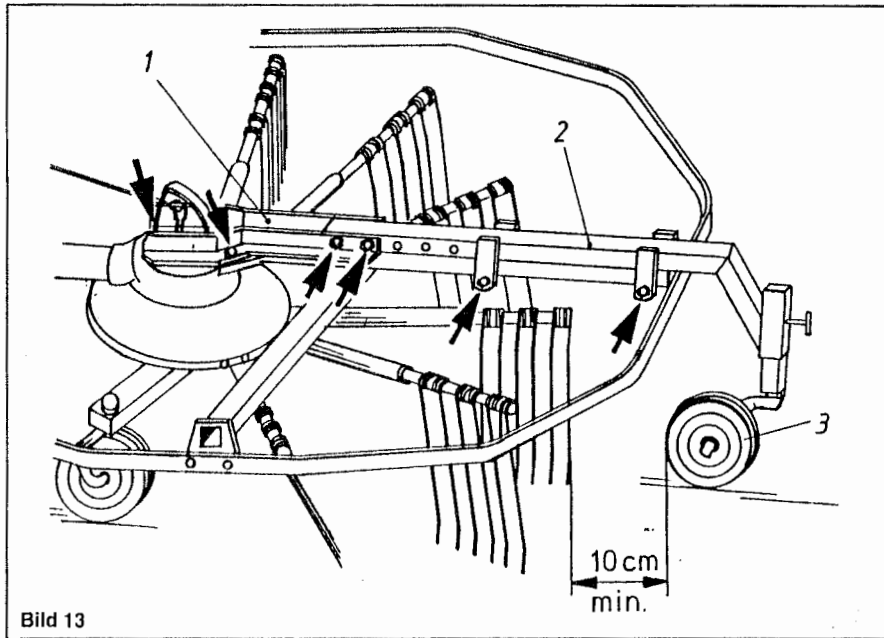

Bild 13
Mit dem zusätzlichen Anbau eines Stützrades (Bild 13, Pos. 3) wird eine optimale Bodenpassung erreicht.
- Stützrad (Bild 13, Pos. 3) einstellen und sichern.
Träger (Bild 13, Pos. 1) mit der offenen Seite in Frontrichtung einschieben und mit Ausleger (Bild 13, Pos. 2) an den mit Pfeilen (Bild 13) gekennzeichneten Stellen verschrauben. Den Mindestabstand zwischen Zinken und Stützrad von 10 cm einhalten.